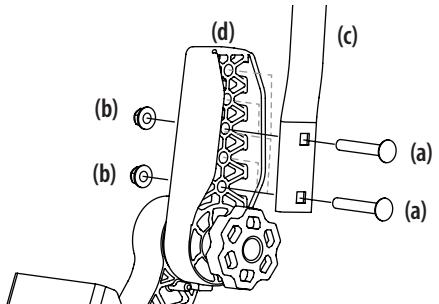

Figure 8
- Retirez les deux vis de carrosserie (a) et les deux écrous de blocage à bride (b) qui fixent le levier de commande de transmission des barres de conduite (c) au dispositif de réglage de la poignée supérieure (d). Consultez la Figure 8.
- Déplacez le levier de commande de transmission des barres de conduite vers l'une des trois hauteurs disponibles et fixez-le à l'aide des vis de carrosserie et des écrous de blocage à bride. Consultez la Figure 8.
- Si les barres de conduite ne sont pas alignées après ce réglage, desserrez les écrous (b) des barres, alignez les barres de conduite et resserrez les écrous. Ainsi, les barres de conduite seront alignées lorsque vous ajusterez leur position dans le futur. Consultez la Figure 8.